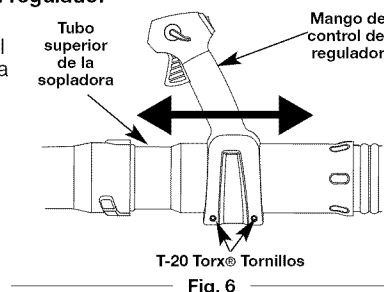

Fig. 6
1. Mueva el mango de control del regulador a un lugar en el tubo superior de la sopladora que le quede cómodo a usted (Fig. 6).
2. Utilizando un destornillador Torx® T-20, apriete los dos tornillos que están en la parte inferior del mango de control del regulador (Fig. 6).